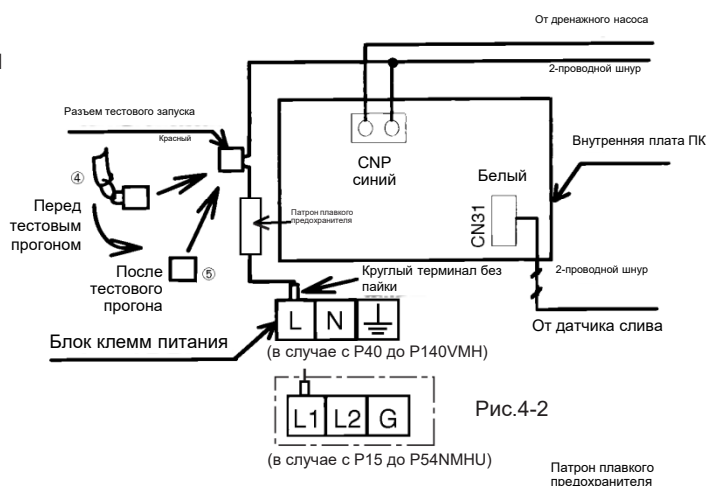

Рис.4-2
2. Подсоедините провода насоса к блоку управления внутреннего блока (Рис. 4-2)